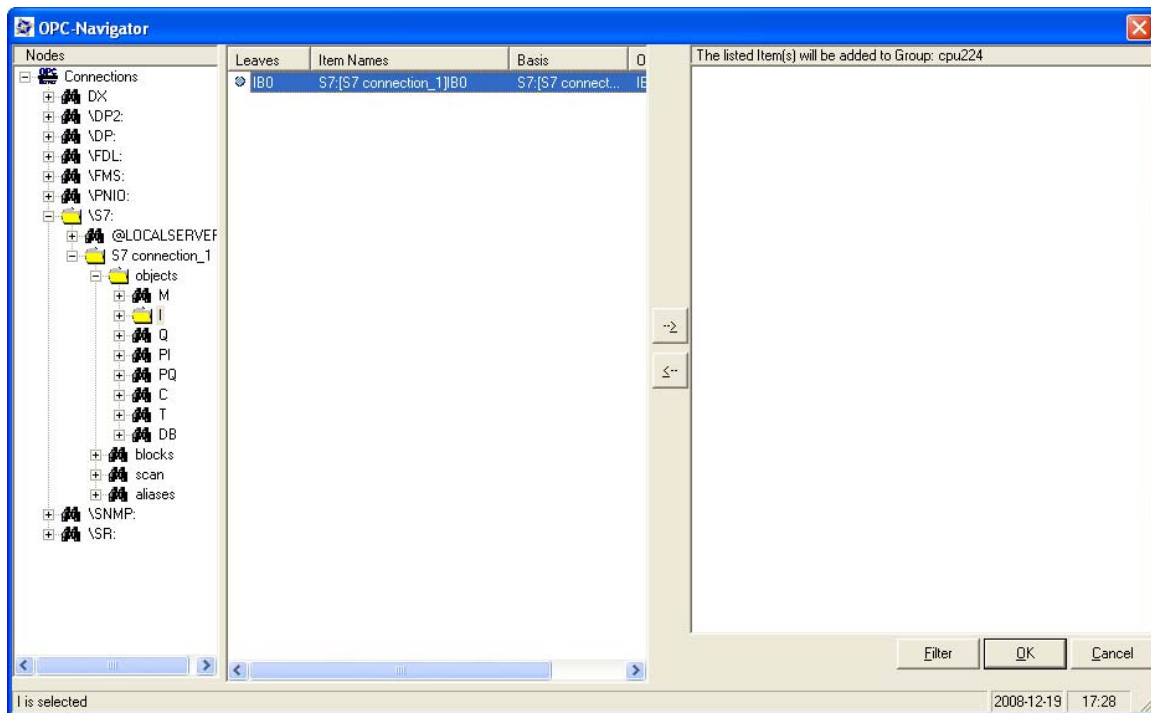
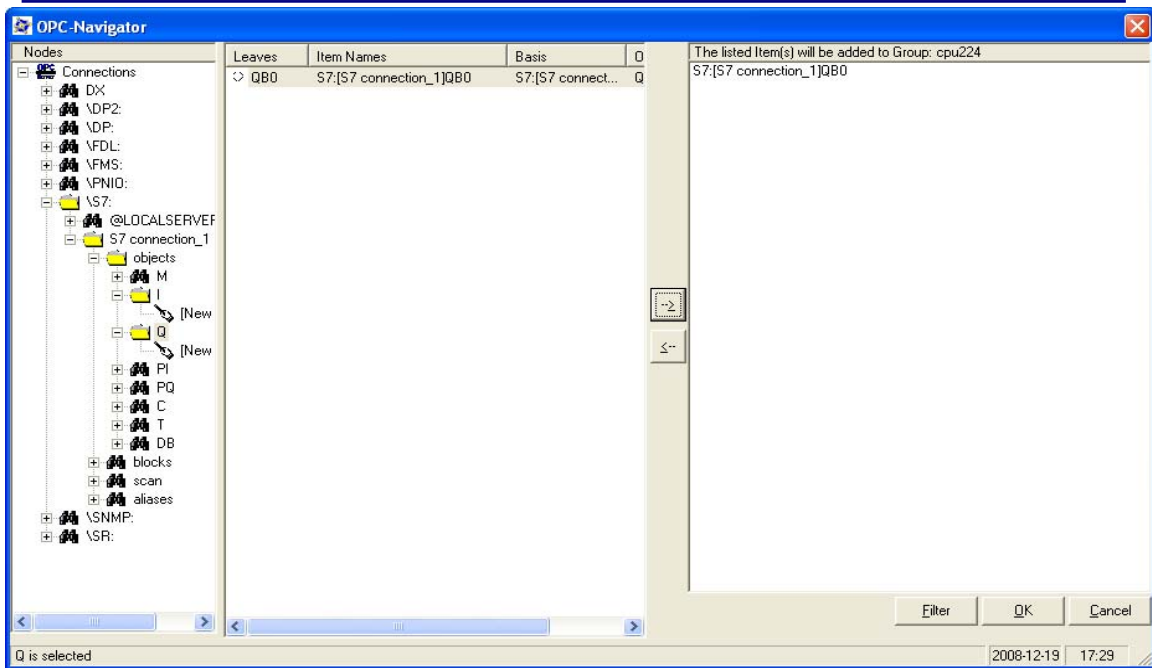
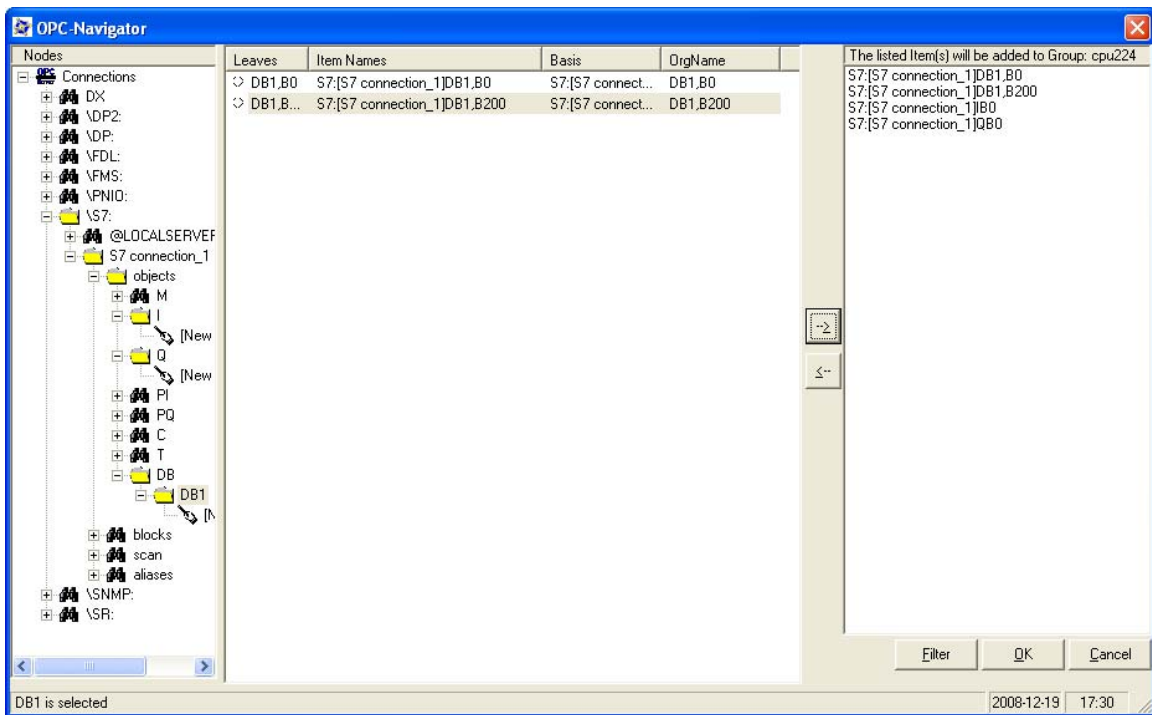
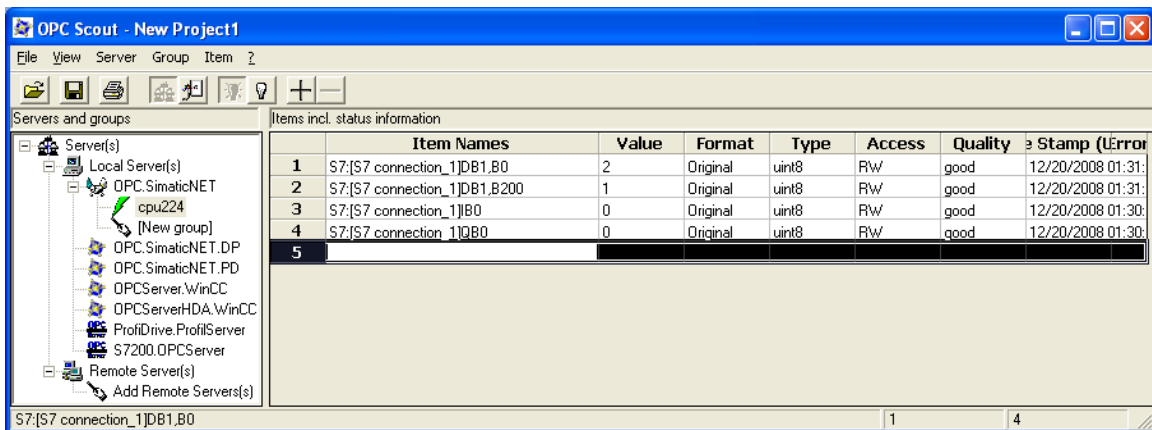

图 22
图 23
图 24
图 26
2. 双击生成的连接组“cpu224”打开 OPC-Navigator，选择“S7”协议，自动显示已组态的 S7 connection\_1，点击“objects”显示所有通讯数据区，以 I/M/Q/DB 为例创建通讯数据，如下图 22，图 23，图 24 点击“→”将条目移送到右侧窗口，点击“OK”，如通讯正常，则在如图 26 中“Quality”一栏中显示为“good”
在 OPC Scout 中对应 DB 变量接受无误，如图 26，DB1.DBB200 和 DB1.DBB0